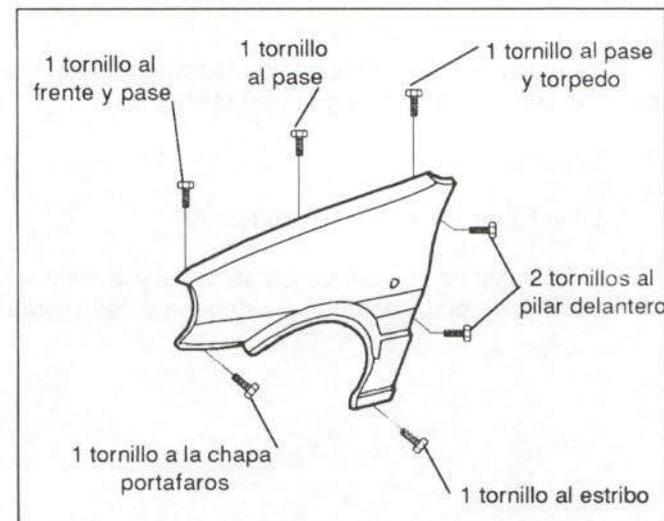

Figura 19.- Fijación de las aletas
En la figura 19 se muestra su fijación.
- Aleta (figura 19)
Atornillada, según se muestra en la figura 19.